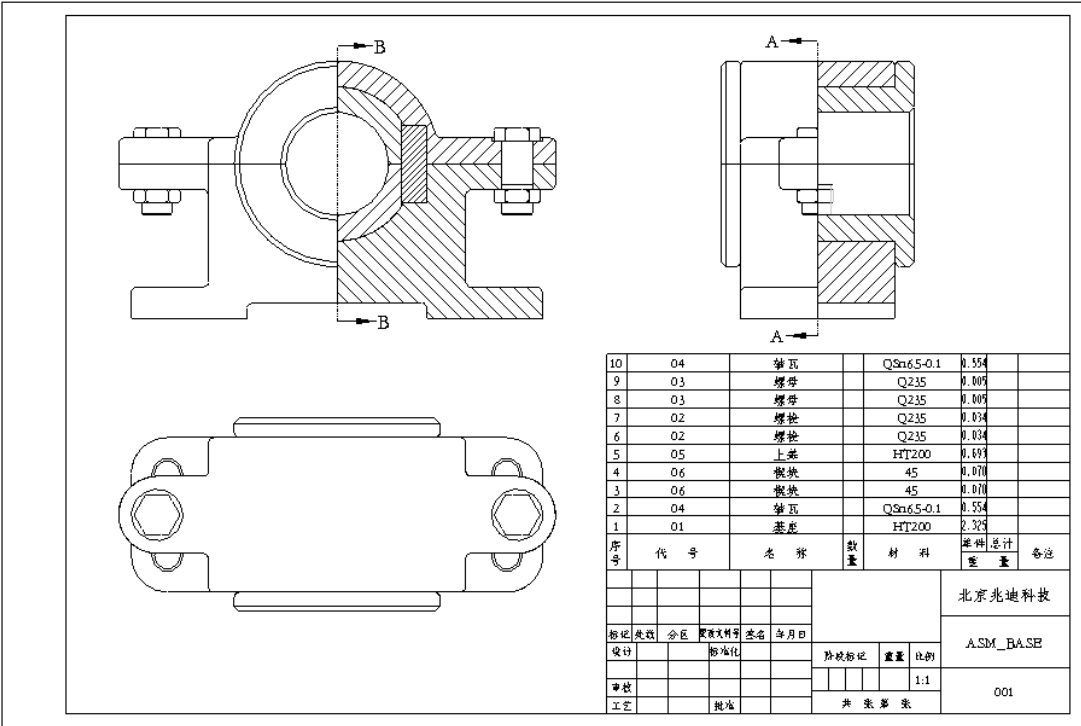

图 7.3.1 报表
下面以创建图 7.3.1 所示的报表为例，说明调用标题栏的操作过程。
Step5. 插入零件视图并调整位置，使其达到满意效果。插入视图结果如图 7.3.1 所示。